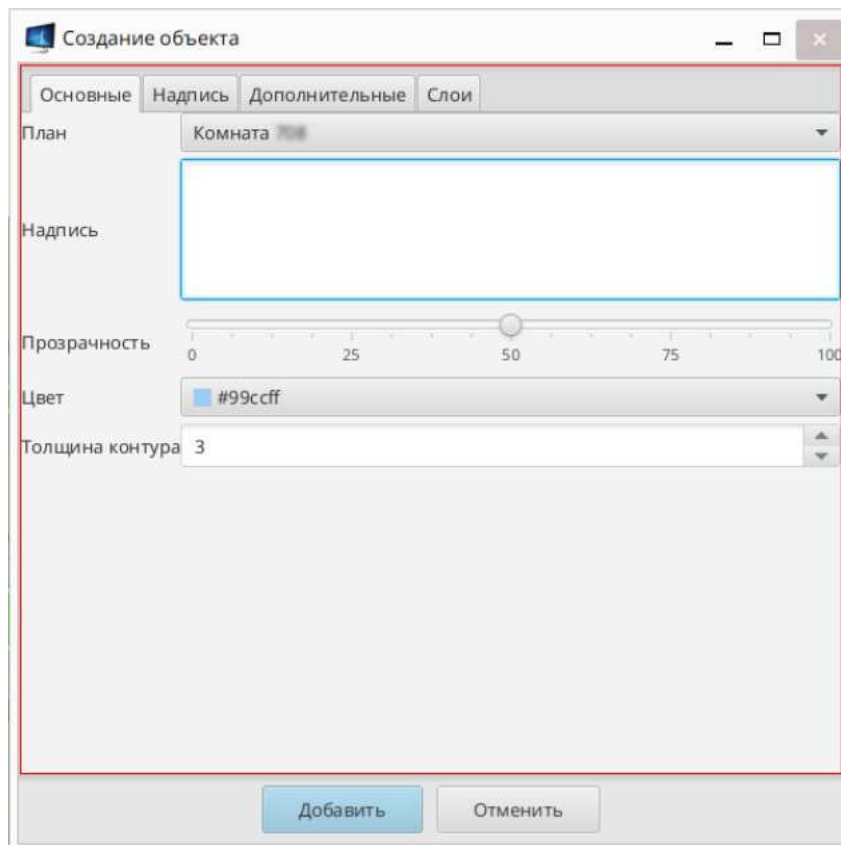

Рис. 146
2) в открывшемся окне «Создание объекта» (Рис. 146) выполнить: